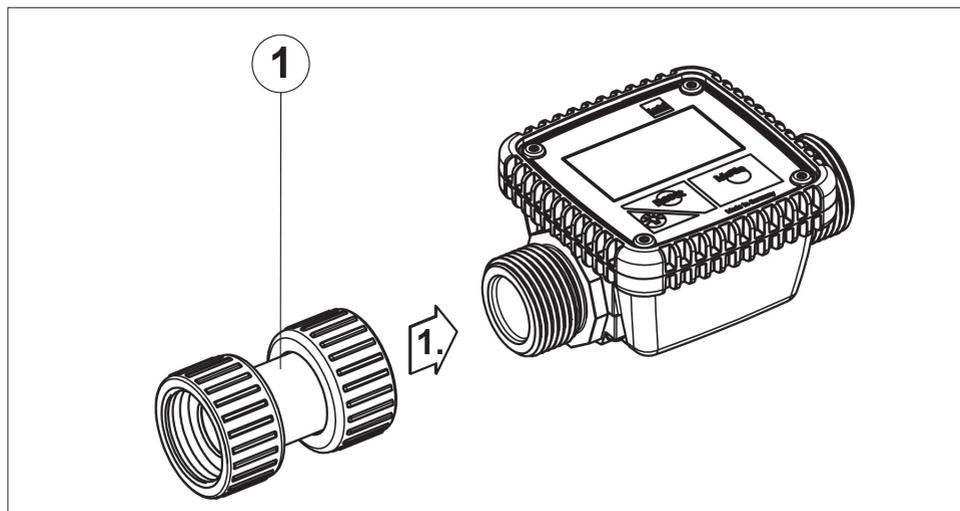

Bild 2
1. Fasspumpenanschluss G 1 (1) an den Eingang des Durchflusszählers anschrauben (→ Bild 2).